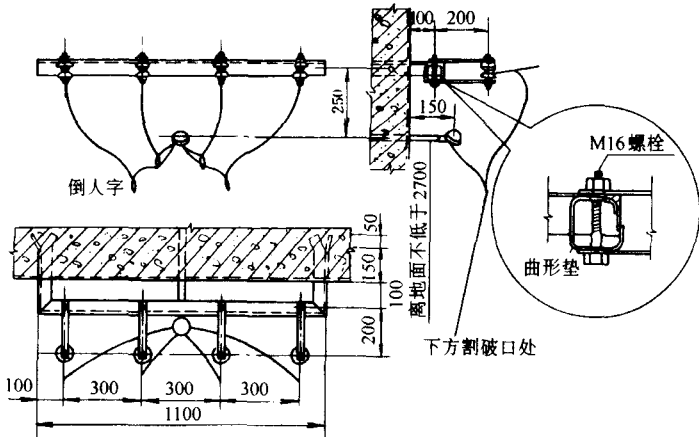
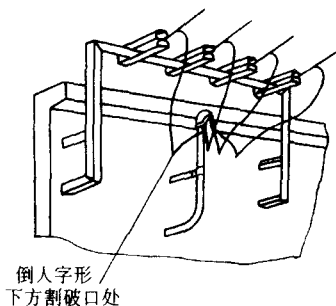

图 1-4
图 1-5
(1) 安装前的准备 车间低压架空动力线路通常由厂配电室引入，架空线穿墙进入车间如图 1-4 所示，这里引入线的进口
如果车间小，建筑物高度不够，应将引入线绝缘支架架高，如图 1-5 所示，使进口点的高度保证在 2.7m 以上。
2) 安装蝶形绝缘子。待上述预埋件干固后,将两联扁铁连同曲形垫(见图 1-4 放大图)安装在“U”形角铁支架上,同时装上蝶形绝缘子。有板线的安装好板线,要紧固牢靠。
7) 在进户线进穿墙管前的倒人字形弯曲导线的下方割一20mm左右长的破口, 以避免使架空线内的雨水进入室内 (如图1-4、图1-5所示)。